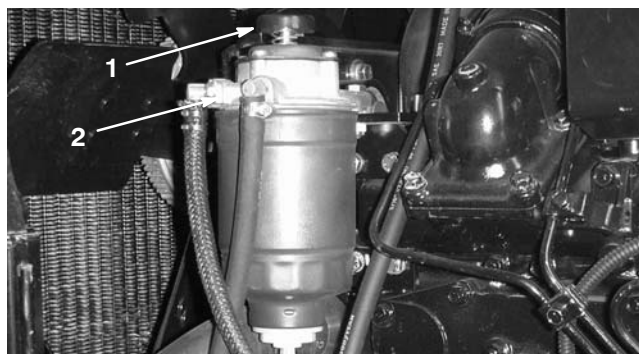

Bild 27
2. Drehen Sie die Vorpumpe (Bild 27) nach links, bis sich die Feder in der Pumpe löst. Bewegen Sie die Pumpe nach oben und unten, bis ein gleichmäßiger Kraftstoffstrom um den Filter herum austritt. Ziehen Sie dann die Schraube fest.
3. Lösen Sie die Entlüftungsschraube am Kraftstofffilter/Wasserabscheider um ungefähr eineinhalb Umdrehungen (Bild 27). Bedienen Sie die Vorpumpe, bis ein gleichmäßiger Kraftstoffstrom um das Entlüftungsloch fließt (Bild 27). Ziehen Sie dann die Entlüftungsschraube fest.